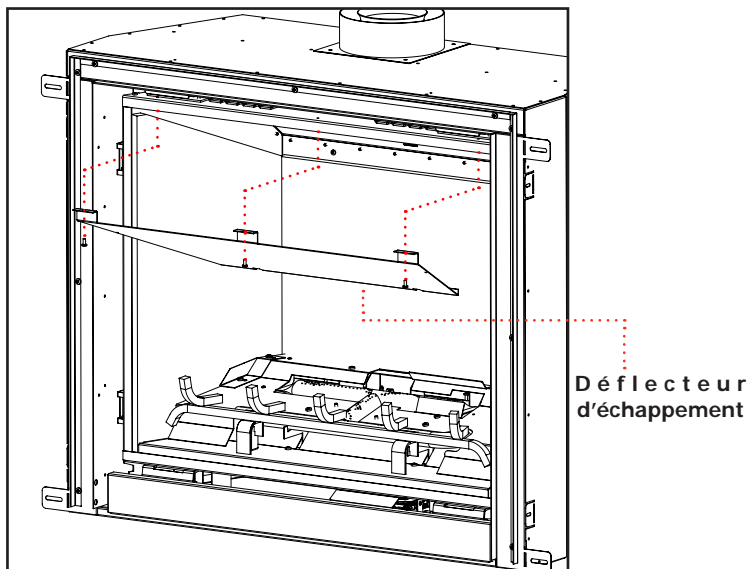

Figure 25b.
Étape 3. À l'aide d'un tournevis T20, retirez les fixations X3 fixant le déflecteur d'échappement en place. Fig.25b
Étape 8. À l'aide des vis X3 T20, fixez l'avant du déflecteur d'échappement au dessous de la chambre de combustion. Fig 25b.